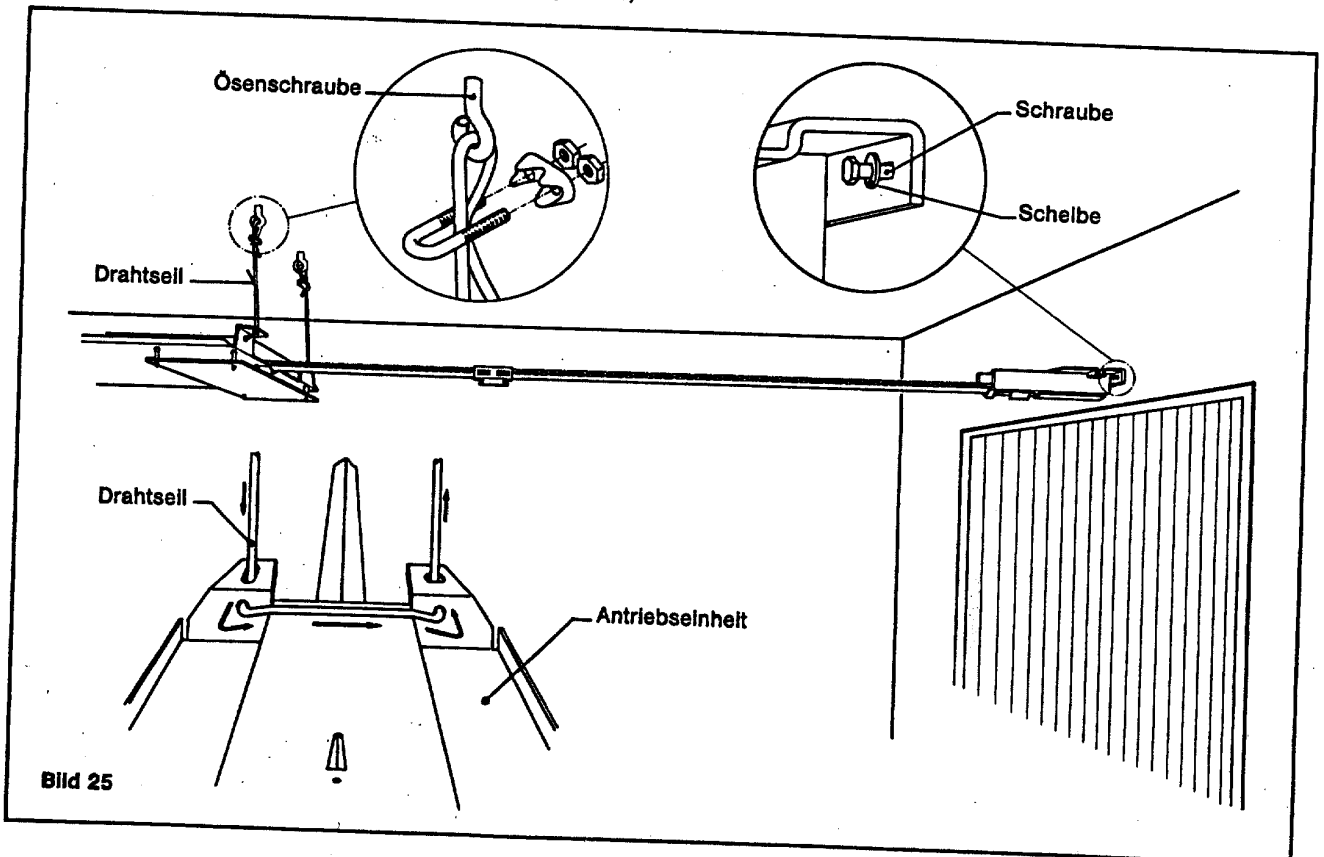

Bild 25
5.21.) Zwei Ösenschrauben (Zubehör) in die Dübel an der Decke fest einschrauben und Torantrieb (mit Helfer) am Sturz mit halb im Dübel eingedrehten Schrauben in Position bringen und dann mit Drahtseil waagrecht abhängen. Anschließend Schrauben am Sturz ganz eindrehen (Bild 25).